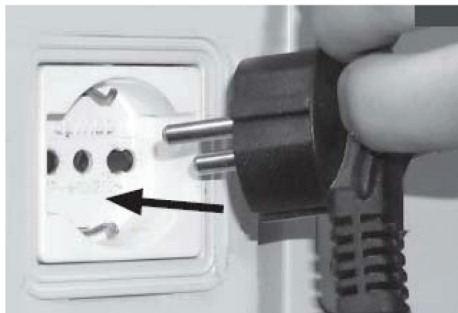
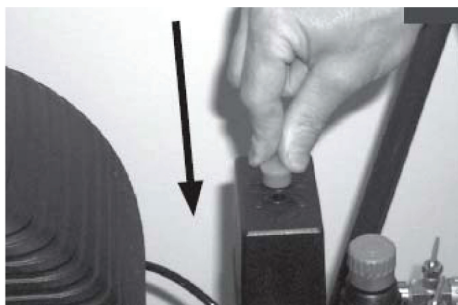

Рис. 4
Рис. 5
- Вставьте вилку электрокабеля питания в соответствующую розетку, имеющую контакты заземления (Рис. 4), предварительно проверив, что выключатель реле давления (Рис. 5) находится в положении выключено «О» (OFF).;